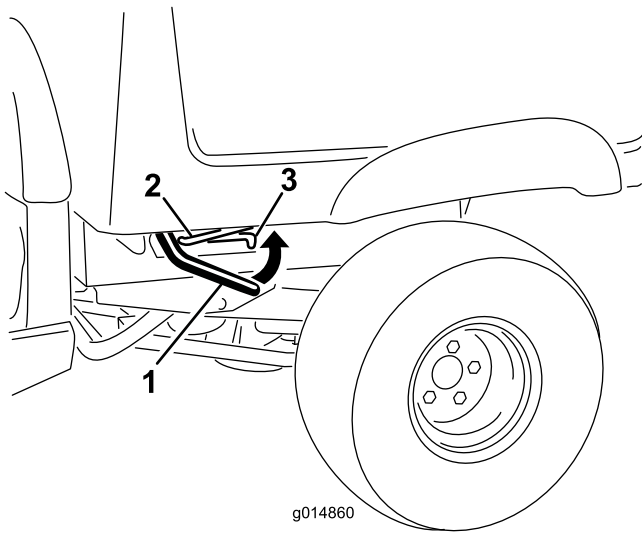

Figure 1
- Levez le levier de chaque côté du plateau et relevez le plateau (Figure 1).
3. Placez la béquille de maintien dans la fente de verrouillage pour bloquer le plateau en position (Figure 1).